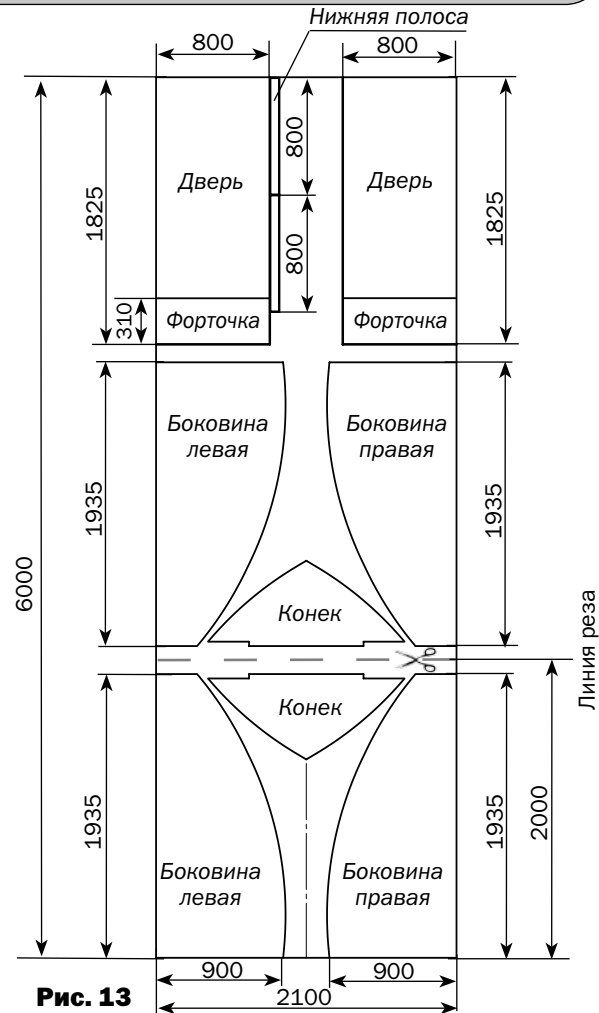
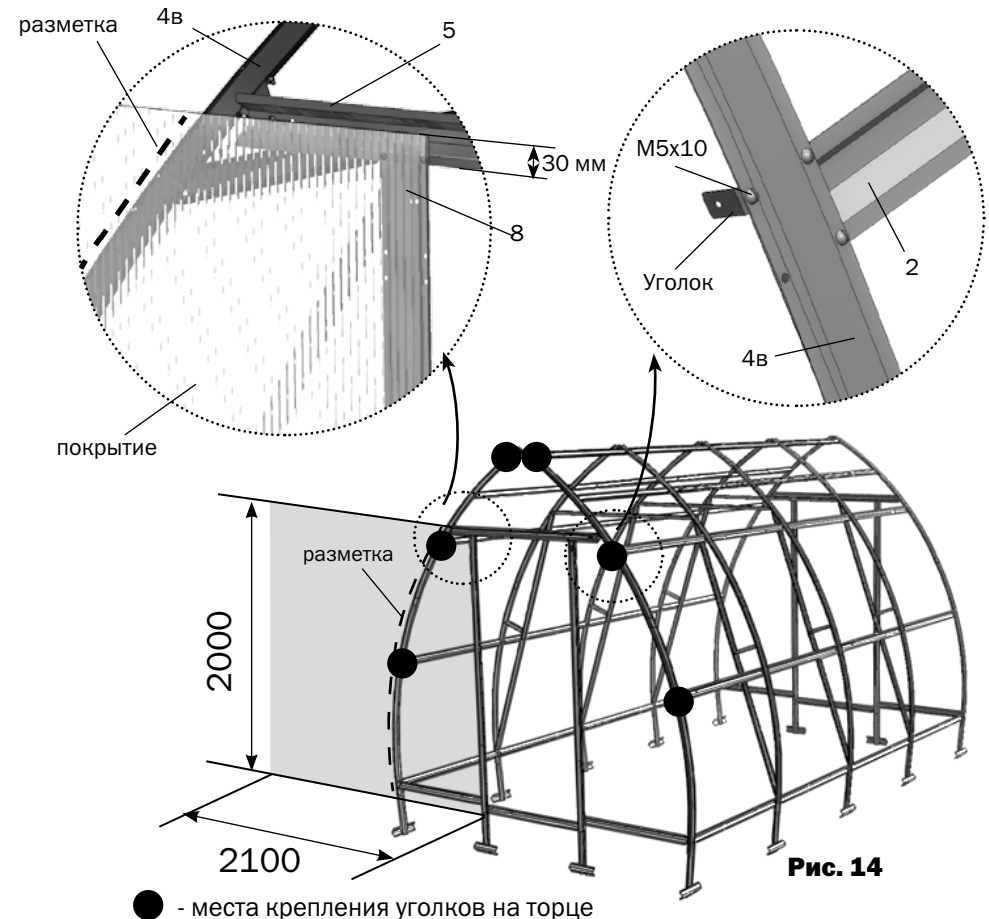

Рис. 13
Рис. 14
### РАСКРОЙ ЛИСТА ПОЛИКАРБОНАТА ВЫПОЛНЯЙТЕ СТРОГО В СООТВЕТСТВИИ С РИС. 13 И РИС. 14
**1.** Раскроите лист покрытия для торцов. Для этого отрежьте от листа поликарбоната кусок 2 метра длиной (см. линии реза на **рис.13**). Чтобы сделать шаблон покрытия, приложите вырезанный кусок к собранному торцу теплицы и, не снимая защитной пленки с поликарбоната, нанесите разметку шаблона на листе покрытия по деталям **4в** и **4н** с припуском (**рис.14**). При разметке край листа строго совмещается по кромке деталей **7** и **8**, а верхняя кромка выше на 30 мм нижнего края детали **5**. Вырежьте шаблон. Разметьте оставшуюся часть листа, используя вырезанный шаблон, в соответствии со схемой раскроя (**рис.13**).
3. Установите боковины торца в соответствии с **рис.14,16**. Придерживая кусок покрытия, закрепите его винтами с шайбами по деталям **6,7,8**. и по уголкам с помощью самонарезных винтов с шайбами. Отверстия для винтов выполняются сверлом диаметром 5 мм изнутри теплицы через готовые отверстия в деталях каркаса. Установите куски «конька полукруглого», закрепляя их на уголки с помощью самонарезных винтов с шайбами. Нахлест с боковинами срезать.